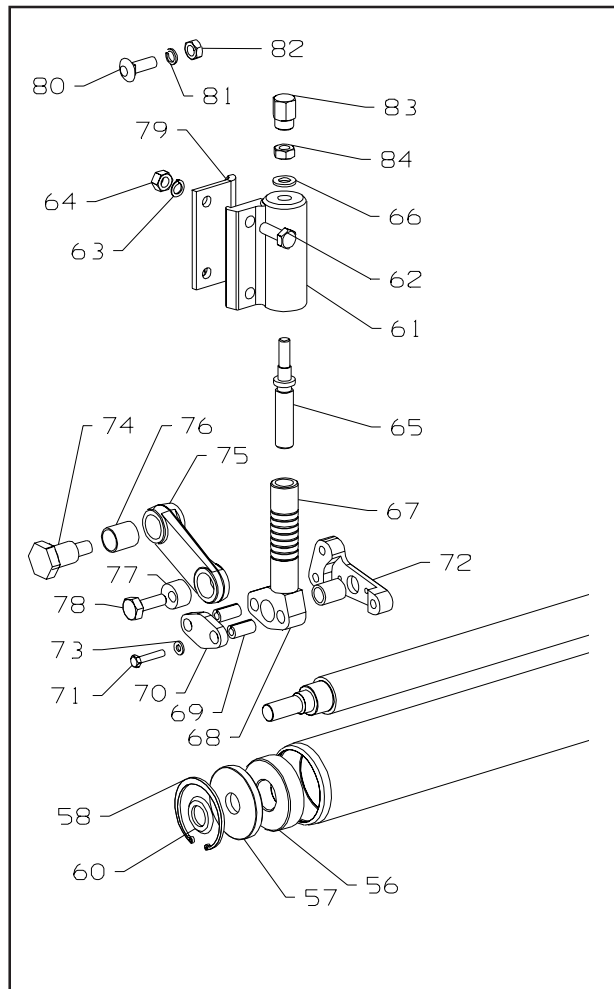

Fig.5
- 1 De twee schroeven (78 fig. 5) waarmee de excentrische bus in de hendel vastgehouden wordt, loszetten.
3. Stelschroef (83 fig. 5) achter op eenheid draaien, rechtson om maaiahogte te verminderen, linkson om deze te vergroten.
3. Na afstellen, schroeven (78 fig 5) stevig aantrekken .